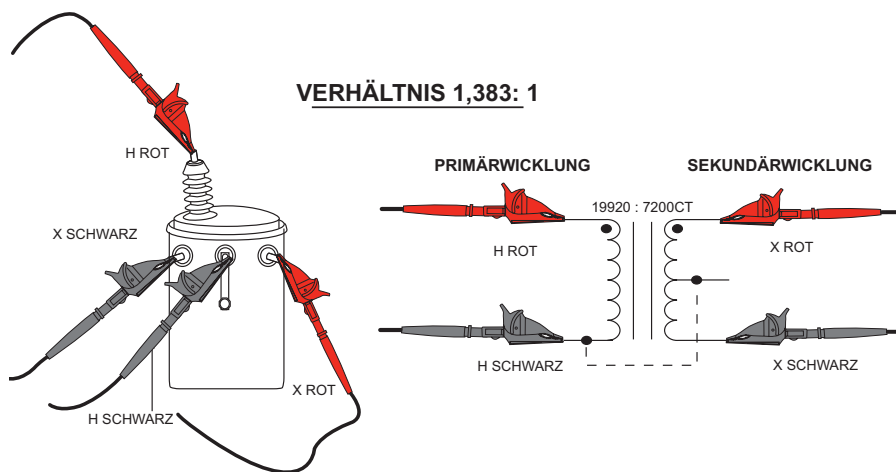

Abb. 5-2
1. Die Leitungen der Primärwicklung (H) und Sekundärwicklung (X) an den DTR® 8510 und an den überprüften Transformator anschließen (siehe Abb.5-2).